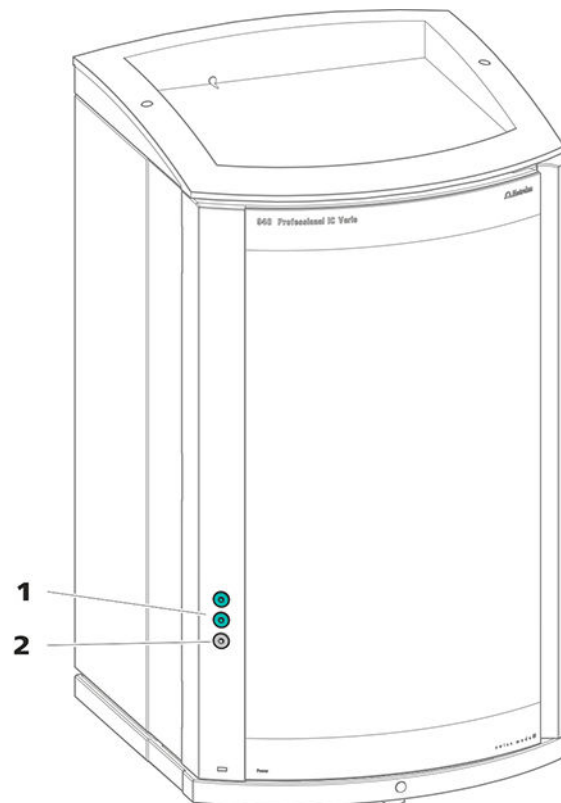

Figura 3 Orificios de paso en la puerta
- orificios en la puerta (véase figura 3, página 15)